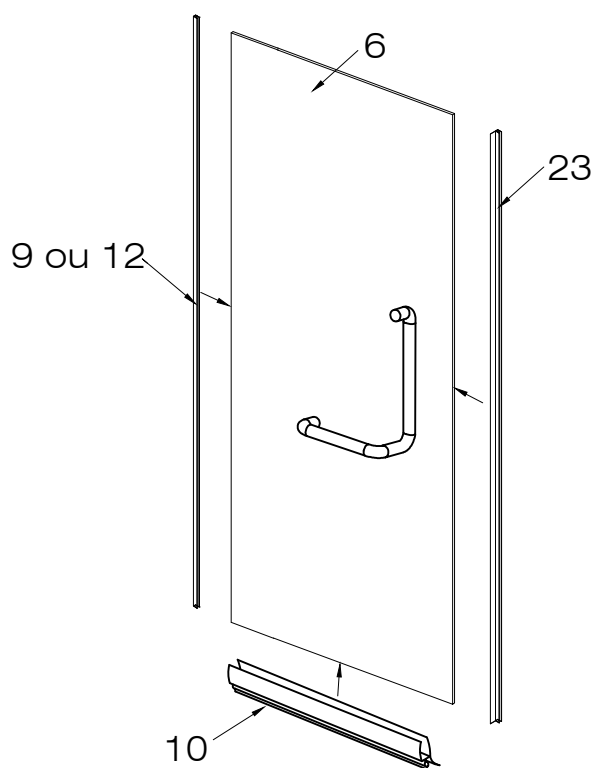

FIG.7
1. Installez la bande d'étanchéité latérale de porte (n° 12) sur la porte lorsque le bord de porte vers le mur est éloignée de la base de charnière tournante (n° 1). Si une longueur maximale de cabine de douche est requise et que le bord de porte est compris dans la distance de frottement du support de vitre installez la bande d'étanchéité latérale sans bosse (n° 9). [CF FIG. 7]